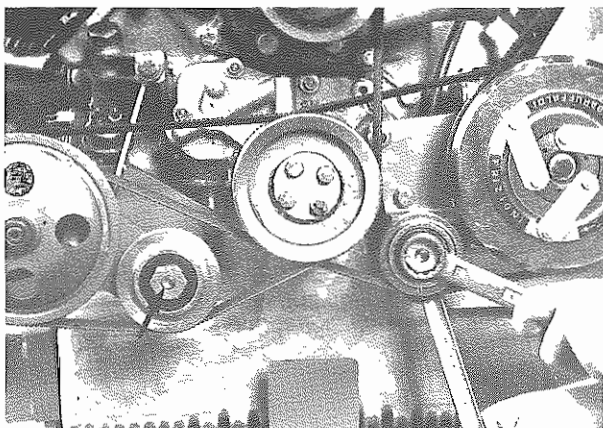

Fig. 14 - Dado fissaggio tendicinghia
- Allentare la cinghia di trascinamento svitando il dado di bloccaggio della puleggia tendicinghia (**Fig. 14**) e togliere la cinghia.
- Slacken driven belt by loosening fixing nut of stretcher pulley (**Fig. 14**), then remove belt.